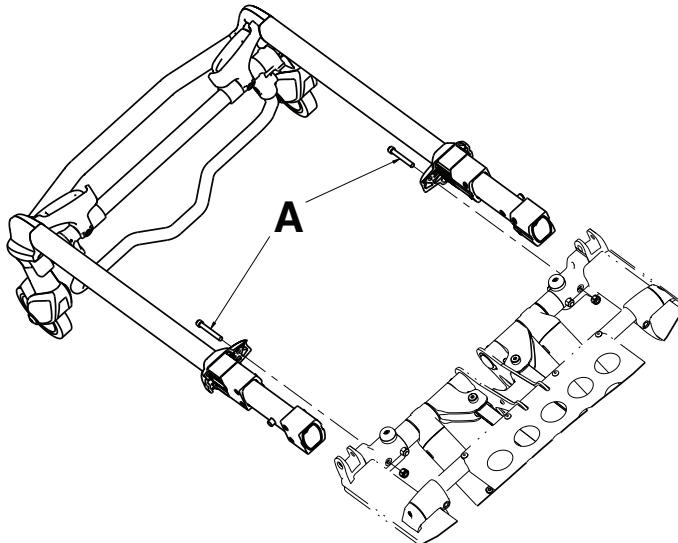

Figure 6 – Section tête
2. À l'aide d'une clé mixte de 7/16 po et d'une clé à 6 pans de 3/16 po, retirer les deux vis (A) qui fixent les roulements à chapeau au support d'interface du plan de couchage du châssis (une de chaque côté) (Figure 6). Conserver les vis.